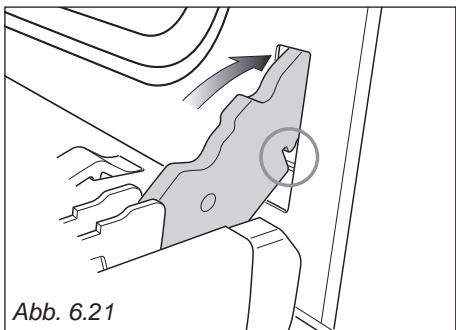

Abb. 6.21
2. Fügen Sie die Scharnierungen in die Schlitze ein und prüfen Sie, ob die Nut, wie in Abb. 6.21 gezeigt, greift.